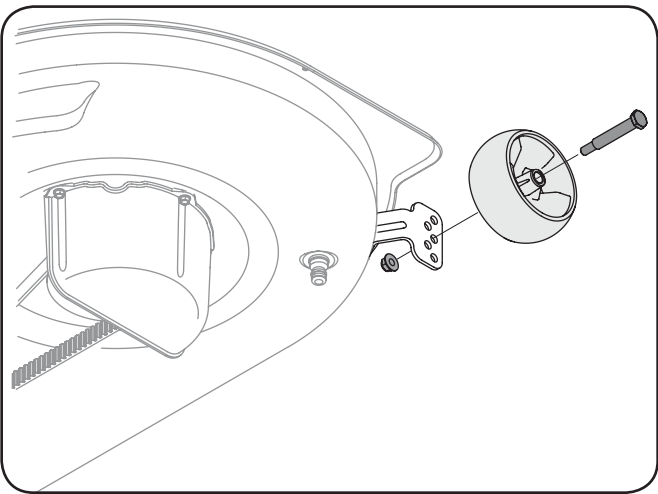

Figure 3-4
- b. Démontez les roues de guidage avant et arrière en enlevant les écrous de blocage et les vis à épaulement qui les retiennent sur le plateau de coupe. Voir la Figure 3-4.